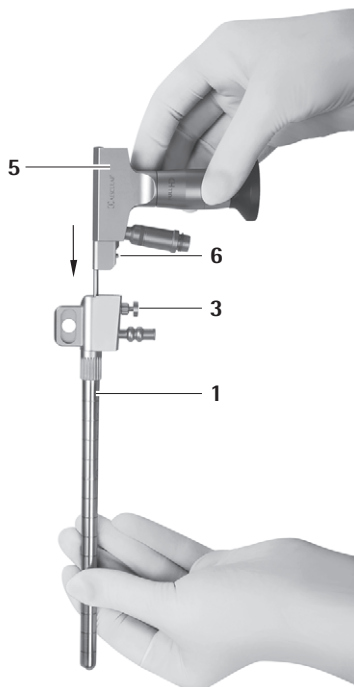

Fig. 2
- ▶ Bloquear el endoscopio **5** en el trocar MINOP InVent 1, ver Fig. 2.